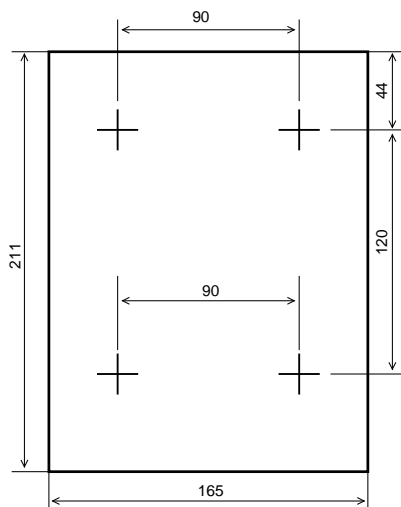

Рисунок 2. Габаритно-установочные размеры
2.2.4 Закрепить РИП на стене в удобном месте. Габаритно-установочные размеры указаны на рис. 2.